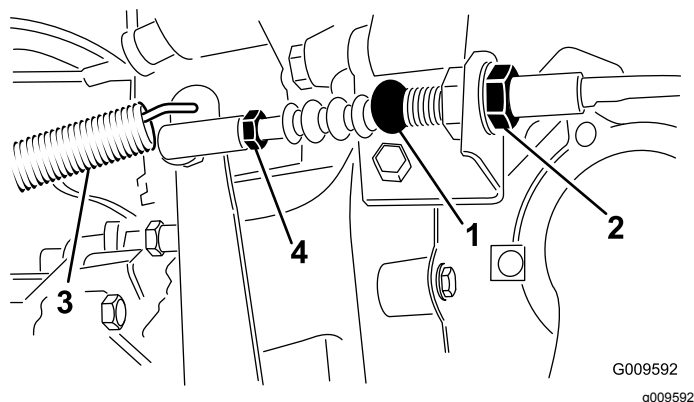

図 59
1. クラッチケーブルをベルハウジング上のブラケットに固定しているジャムナットをゆるめる 図 59。